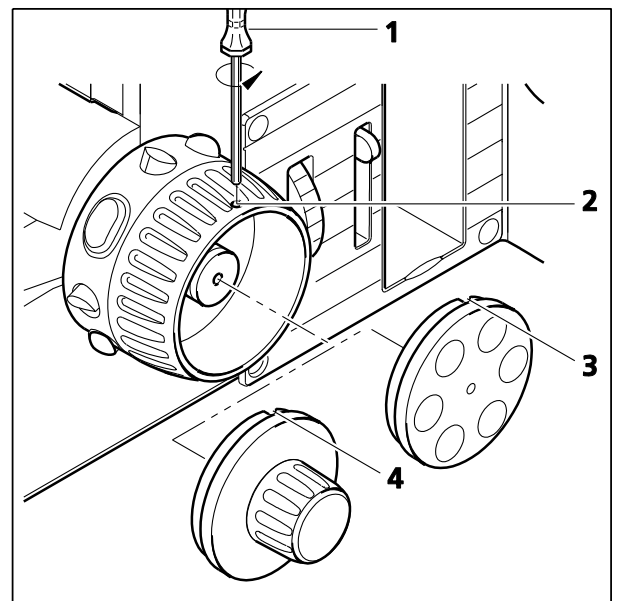

Fig. 33 Remplacement du bouton ou du disque de commande de précision
- Tourner le bouton de commande rapide situé sur le côté correspondant du statif de manière à ce que le trou de fixation (Fig. 33/2) soit orienté vers le haut.
- Insérer le tournevis à tête sphérique SW 1,5 (Fig. 33/1) dans le trou de fixation et desserrer la vis de blocage du bouton ou du disque de commande de précision.
- Faire glisser le disque ou le bouton de commande de précision sur l'axe, de manière à ce que l'encoche (Fig. 33/3 ou 4) se trouve sous le trou de fixation.